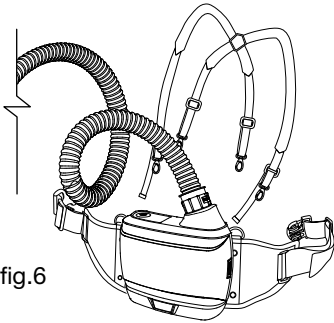
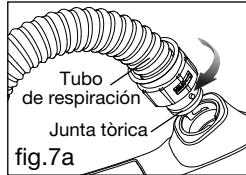

fig.6
fig.7a
- *Inspeccione siempre el extremo PAPR del tubo de respiración para confirmar que la junta tórica de goma esté en su lugar; véase la fig.7a. Sustituya si falta o está dañado.*
Introduzca las dos puntas del tubo de respiración en la unidad del soplador y el receptáculo e la campana (véase la fig.6), gire 1/4 hacia la dirección anti-“abierta” para bloquear en su lugar (véase la fig.7a).